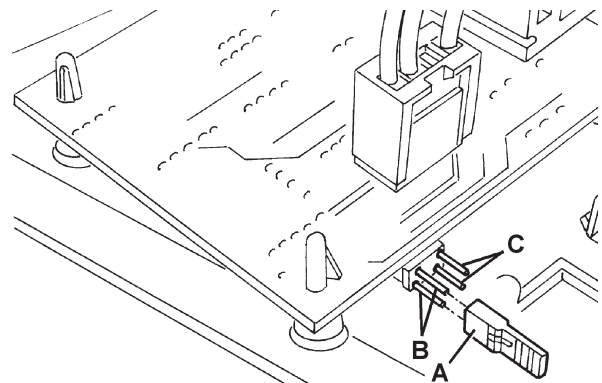

Abbildung 27
11. Polbrücke (A, Abb. 27) bei Bleibatterien auf die WET-Stecker (B) bzw. bei Gelbatterien auf die GEL-Stecker (C) schieben.